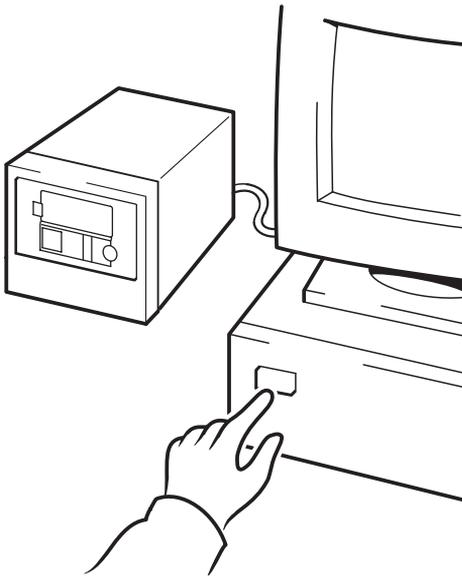

Figure 14c : hp obdr, étape 3
- 3 Mettez votre serveur sous tension (voir figure 14c).